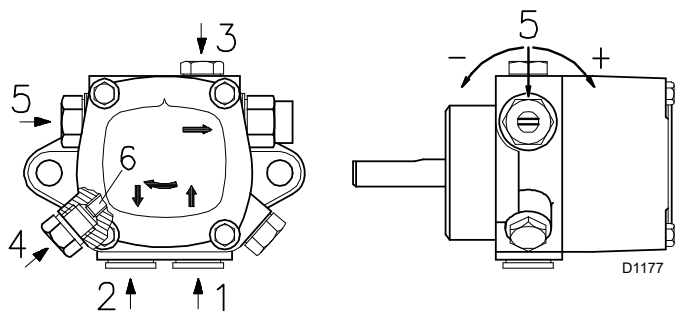
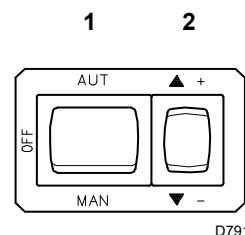

Рис. 25
Рис. 26
Умовні позначення (Рис. 25)
- Для того, щоб відбулося самозаповнення насоса, необхідно послабити гвинт 3) (Рис. 25) насоса (Рис. 25), щоб випустити повітря зі всмоктувальної лінії.
- Запустіть пальник, замкнувши пристрої керування та встановивши перемикач 1) (Рис. 26) у положення MAN, а перемикач 10) (Рис. 6) у положення OIL.
- Насос можна вважати заповненим, коли з гвинта 3) (Рис. 25) починає витікати паливо. Вимкніть пальник: установіть перемикач 1) (Рис. 26) в положення OFF і затягніть гвинт 3) (Рис. 25).